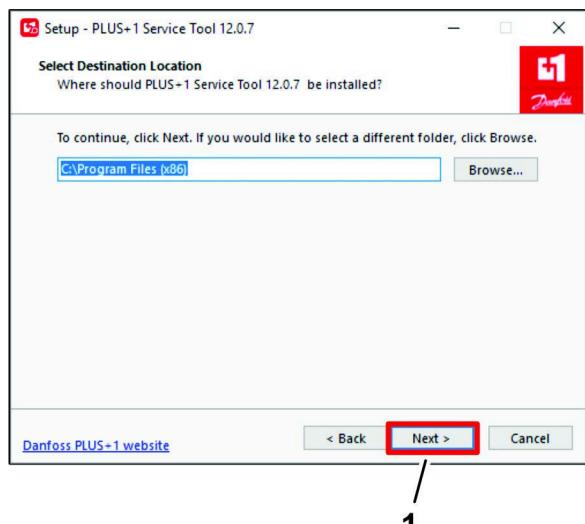

Figura 23
5. En el cuadro de diálogo Seleccionar ubicación de destino , haga clic en el botón SIGUIENTE(Figura 23).